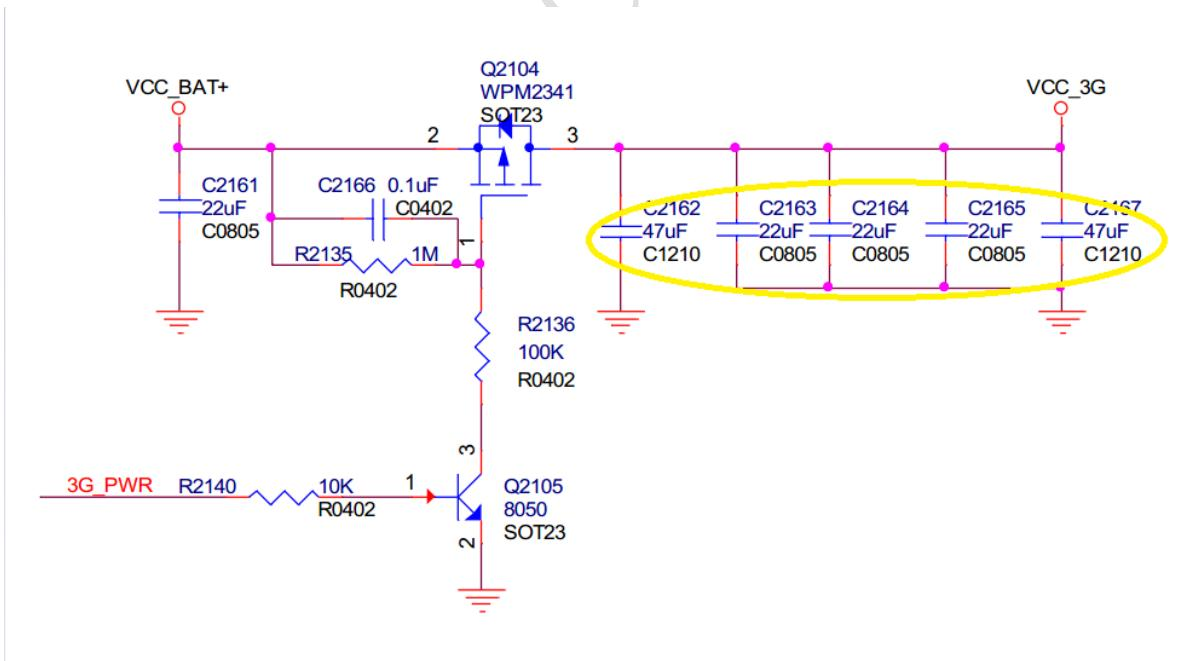

图22-4
- 3G模组以最大功率发射时的瞬间电流会达到1.8A以上，所以建议电源部分使用大电流的DCDC或者低内阻的MOS，大容值的储能电容（图22-4圆圈处）请靠近模组引脚放置。走线尽可能用铺铜，宽度大于100mil以上。